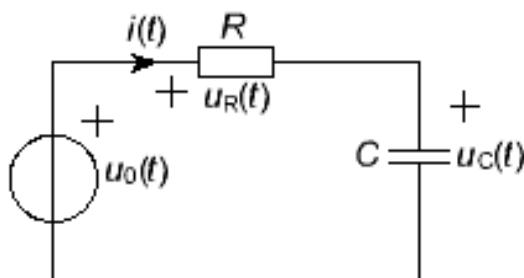

Рис. 3.1
1.2. Рассчитайте величину емкости C в цепи, схема которой приведена на рис. 3.1, при которой ток $i(t)$ опережает по фазе приложенное напряжение $u_0(t)$ на угол $\varphi = 45^\circ$, учитывая, что
1.3. Рассчитайте для входного напряжения $u_0(t) = \sqrt{2} \cos 2\pi ft$ действующие значения тока I и напряжения U_R и U_C в цепи, схема которой приведена на рис. 3.1, для заданных значений R, f по формулам: